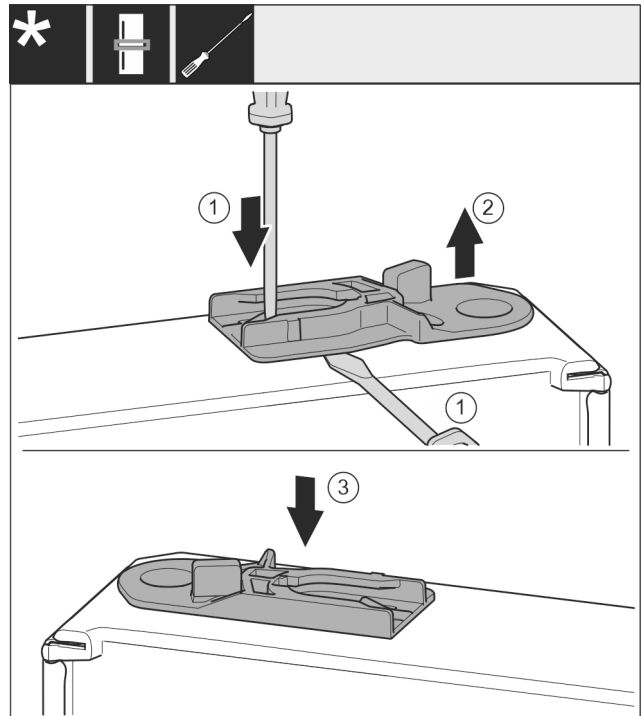

Fig. 36
- ▶ Sortir la douille de guidage : Pousser la languette avec un tournevis plat et la faire passer simultanément sous la douille de guidage avec un tournevis plat. Fig. 36 (1, 2)
- ▶ Pousser la douille de guidage fournie à la livraison de l'autre côté du logement. Fig. 36 (3)